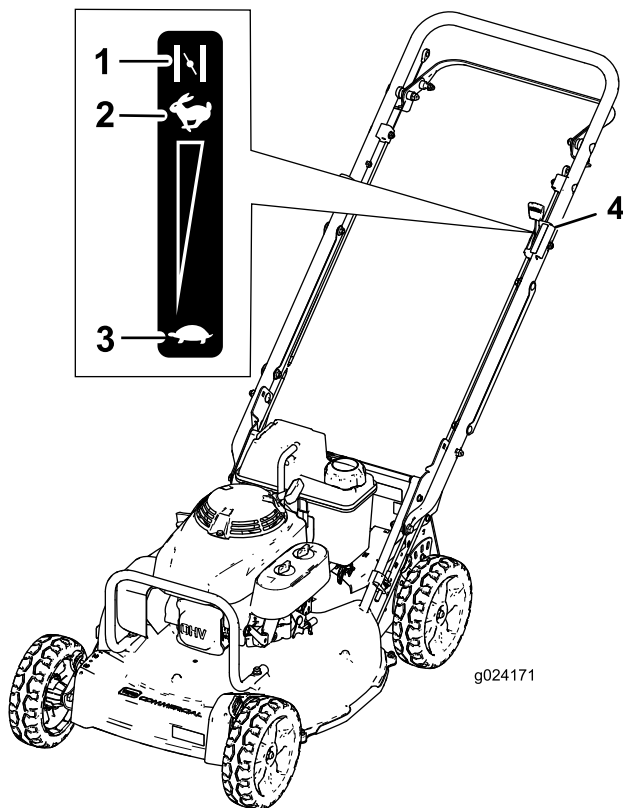

Figure 17
3. Réglez la commande d'accélérateur en position STARTER (Figure 17).
6. Lorsque le moteur démarre, amenez la commande d'accélérateur en position HAUT RÉGIME (Figure 17).